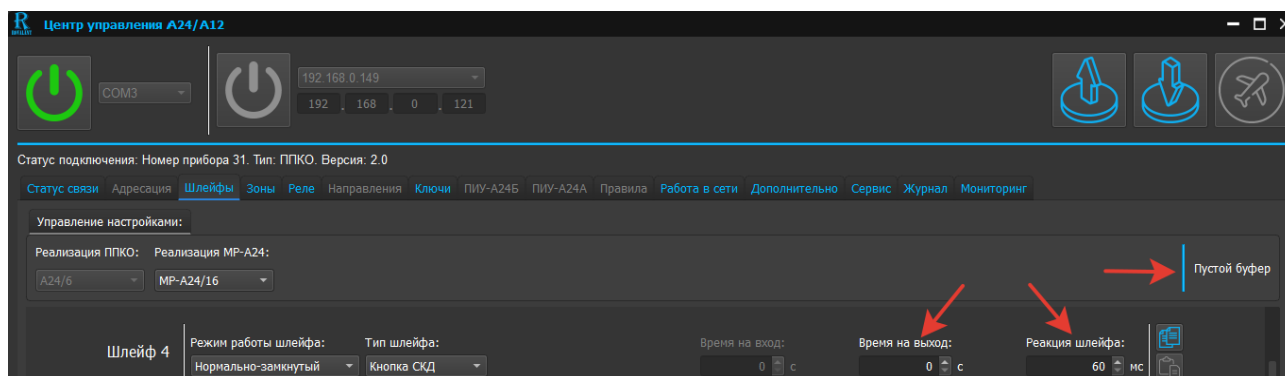

Рис. 32. Скриншот окна редактирования ШС типа «Кнопка СКД»
6.1.9 Редактирование ШС типа «Кнопка СКД» (см. рисунок 32)